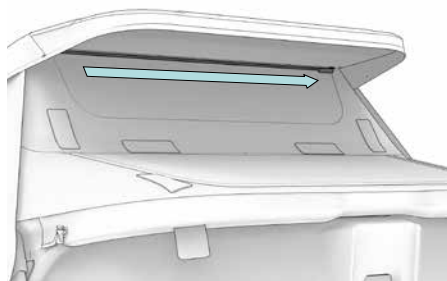
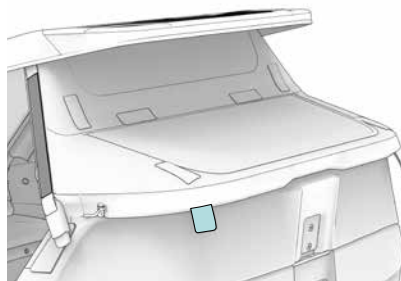

Fig. 44
Fig. 45
Fermez la fermeture éclair de la partie arrière ⑤ au niveau du toit vers la droite (fig. 44), puis fixez-la aux straps Fidlock® par l'intérieur (fig. 45).
Sur le bord inférieur de la partie arrière, il y a un élastique et deux languettes (fig. 45), permettant d'enfiler la partie arrière de manière étanche à la pluie sur le bord supérieur de l'Ortho-Safety-Collar.